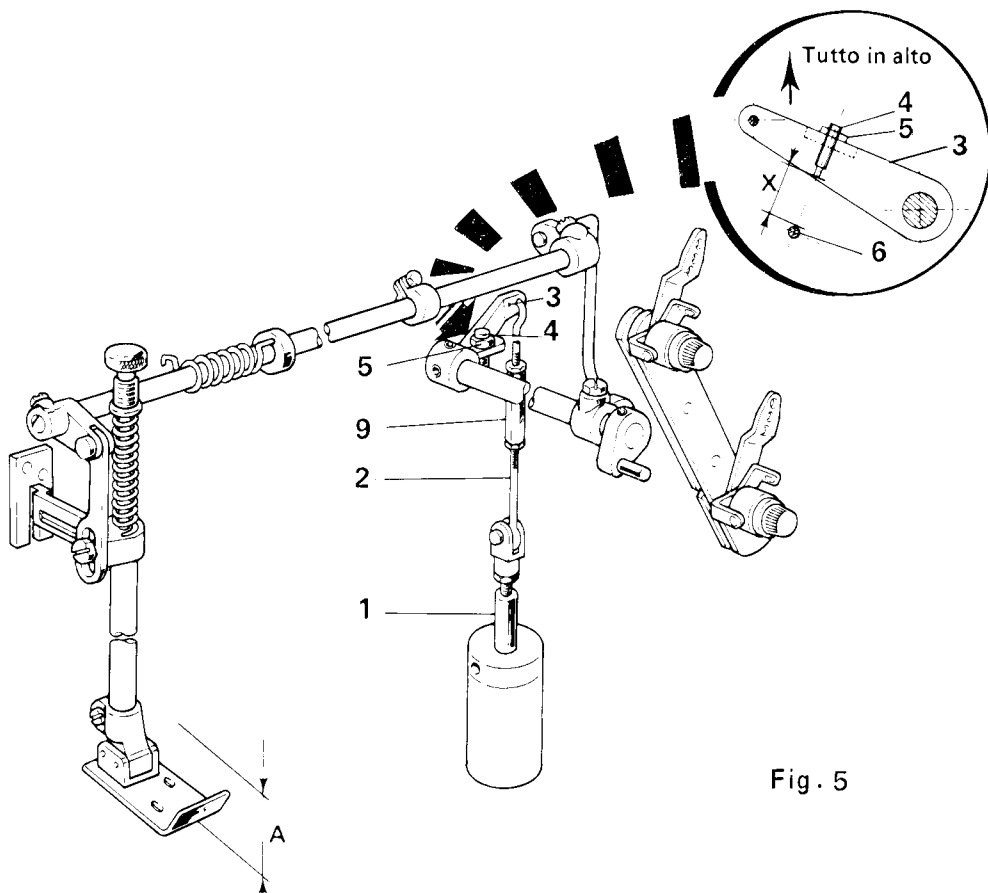

Fig. 5
- 1) Togliere il collegamento tra lo stelo del pistone 1 e il tirante 2 e spingere verso l'alto la leva alza premistoffa 3 (fig. 5).